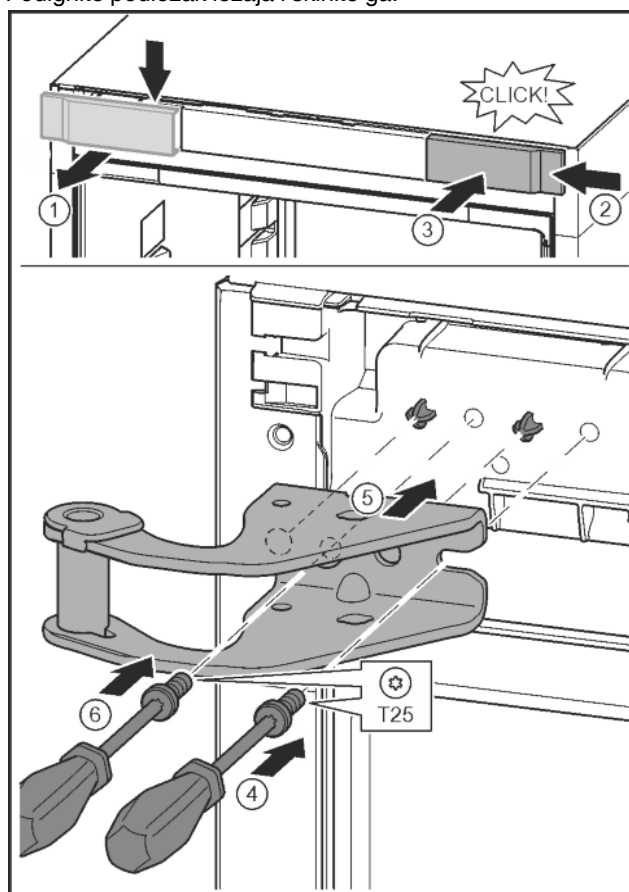

Fig. 15
- Otpustite pokrov i skinite ga bočno. Fig. 15 (1)
- Objesite pokrov okrenut za 180° na drugoj strani s desne strane. Fig. 15 (2)
- Pustite da pokrov uskoči. Fig. 15 (3)
- Odvijačem T25 postavite vijke. Fig. 15 (4)
- Postavite gornji podložak ležaja. Fig. 15 (5)
- Pritegnite vijak. Fig. 15 (4)
- Odvijačem T25 umetnite i pritegnite vijak. Fig. 15 (6)